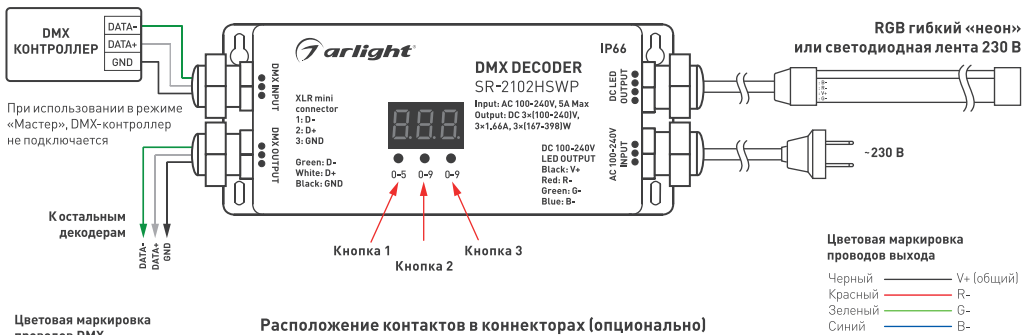

Рис. 1. Схема подключения и цветовая маркировка проводов.
- 3.6. Убедитесь, что схема (Рис. 1) собрана правильно, везде соблюдена полярность, и провода нигде не замыкаются. Замыкание в нагрузке может привести к выходу декодера из строя.